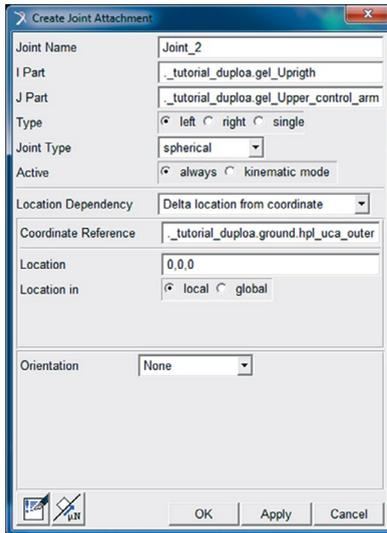

Figura 5.115 – Preenchimento da caixa de diálogo para criação da Junta 2.
- Em seguida, defina a junta 2 (Tabela 5.2), preenchendo a janela *Create Joint Attachment*, mostrada na Figura 5.115.